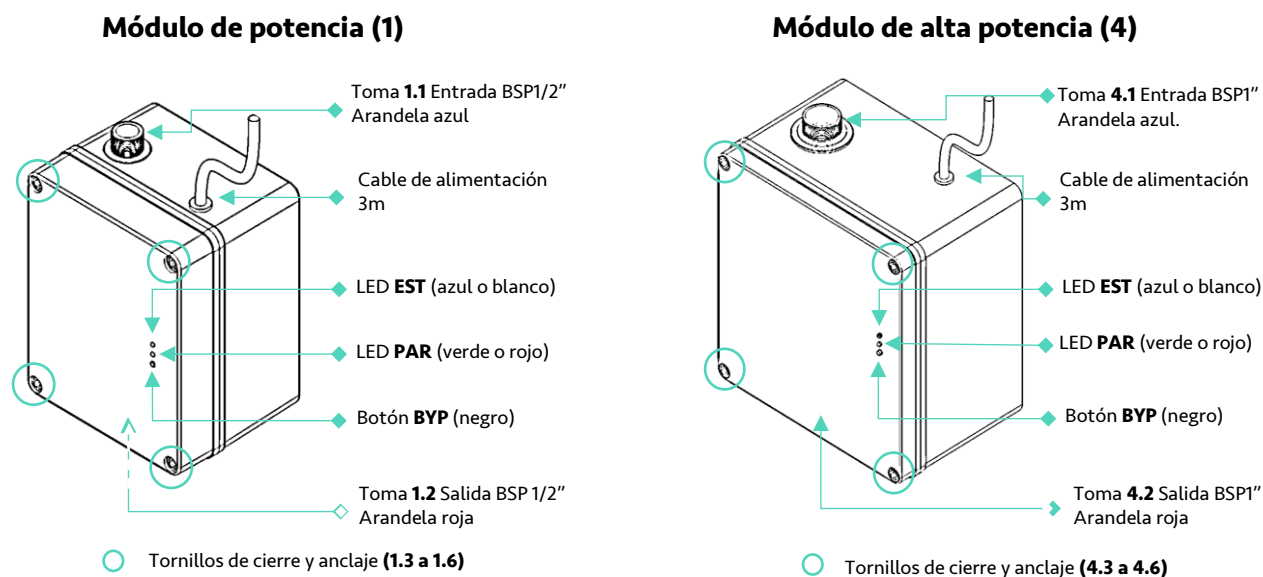

Figura 11. Detalle módulos de potencia (1 y 4).
Existen dos tipos de módulos de potencia, cuyos detalles se muestran en la Figura 11: el **módulo de potencia básica (1)** y el de **módulo de alta potencia (4)**. Su funcionamiento, a efectos de la técnica o del método de instalación, es el mismo. El módulo de potencia **(1 o 4)**, instalado antes de la entrada de agua fría del calentador, es el encargado de aportar la energía necesaria al flujo para desplazar el agua fría que está en el ramal de agua caliente de vuelta al calentador por el ramal de agua fría, en sentido contrario.